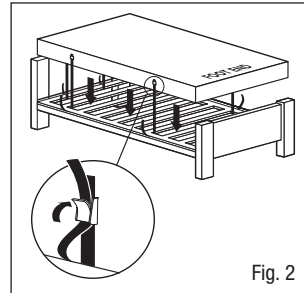

Fig. 2
3. Bevestig het matras aan het bedkader met de aanpasbare riemen - haal de riemen rond het matrassplatform van het bedframe en bevestig met de gespen (Fig. 2) waardoor bewegende onderdelen op elektrische bedframes mogelijk zijn. Dit is belangrijk doordat het matras niet langer van het bedframe los kan komen en mogelijk letsel bij de patiënt kan veroorzaken. Een riemverleningsset is beschikbaar voor gebruik bij divanbedden (onderdeelnummer 11062).